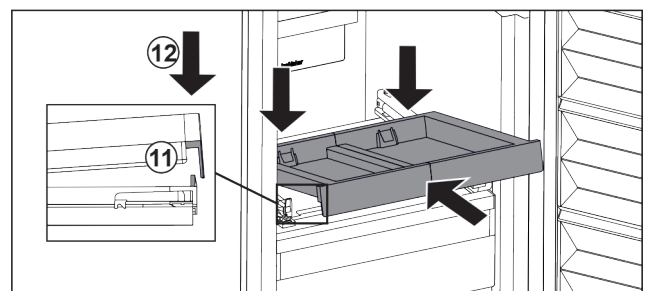

Fig. 143
- Schräg einschieben. Darauf achten, dass auf beiden Seiten der Anschlag hinter der Lasche ist. Fig. 143 (11)
- Auszugsbord vorne absetzen. Fig. 143 (12)